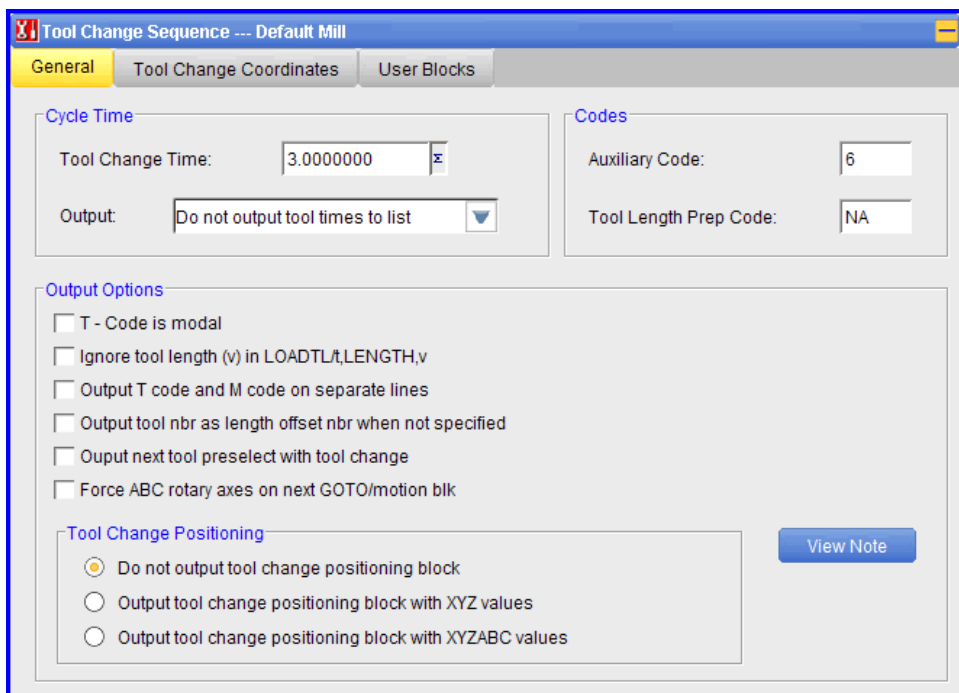

图 9.2.30 “Tool Change Sequence”对话框
- **Tool Change Sequence** : 换刀序列，可以进行换刀时间的设置，换刀代码，换刀输出形式以及换刀点的位置，同时也可以对换刀的坐标系进行设置，如图 9.2.30 所示。